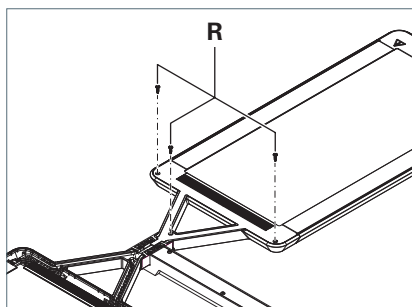

Fig. 26: Visser le recouvrement.
► Vissez le recouvrement avec les trois vis **R**, voir Fig. 26.